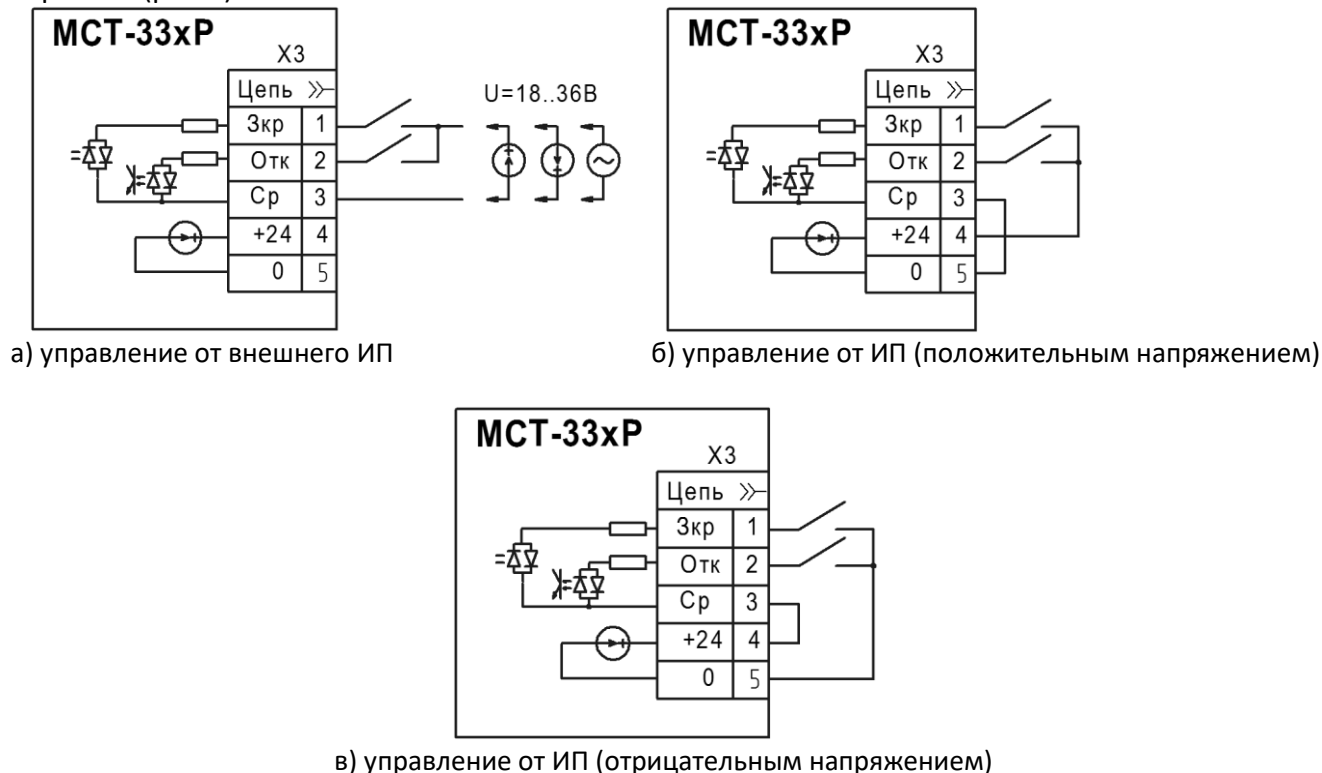

Рисунок 3 - Варианты управления дискретными входами
1.5.8 Входы являются двунаправленными, поэтому управление может осуществляться подачей на входы положительного (клемма «+24») или отрицательного (клемма «0») напряжения (см. рисунок 3).
1.6.2 Напряжение на управляющие входы «Зкр» и «Отк» может подаваться как от внешнего источника 18-36 VDC/VAC, так и от клемм внутреннего источника +24В (рис.3).
1.6.3 Входы «Зкр» и «Отк» являются двунаправленными и допускают подачу напряжения любой полярности (рис.3).